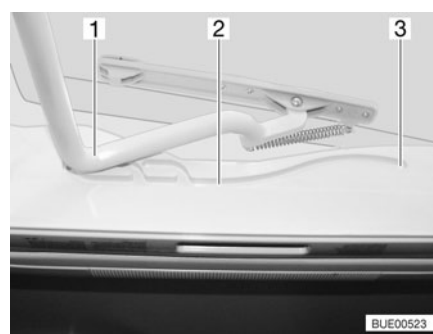

Fig. 68 Lanterneau Heki, glissière
- Tirer l'étrier (Fig. 68,1) dans les glissières (Fig. 68,2) jusque dans la position la plus reculée (Fig. 68,3).
- Pousser l'étrier (Fig. 68,1) légèrement vers le haut avec les deux mains.
- Tirer l'étrier dans les glissières (Fig. 68,2) jusqu'à la position souhaitée.